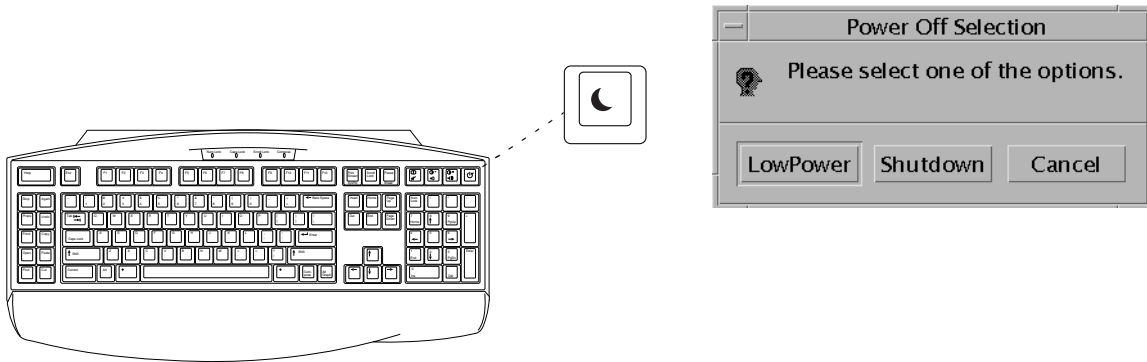

FIGURA 5 Tecla de encendido del teclado Sun USB Tipo 6 y cuadro de diálogo de selección de apagado
- 1. Presione la tecla de encendido del teclado Sun™ USB Tipo 6** (consulte la FIGURA 5). Se muestra el cuadro de diálogo de selección de apagado.